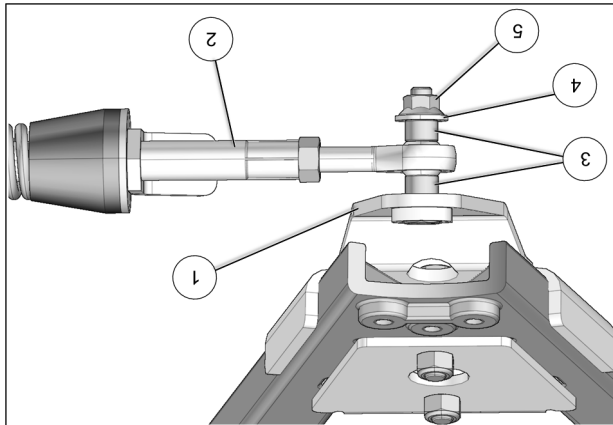

Fig. 20
9. Fixer le bras stabilisateur (2) à l'ancrage de suspension (1) à l'aide des deux espacers (3), de la rondelle (4) et de l'écrou autobloquant (5). Serrer à un couple de 70 N•m [52 lb•pi]. Voir la Fig. 20